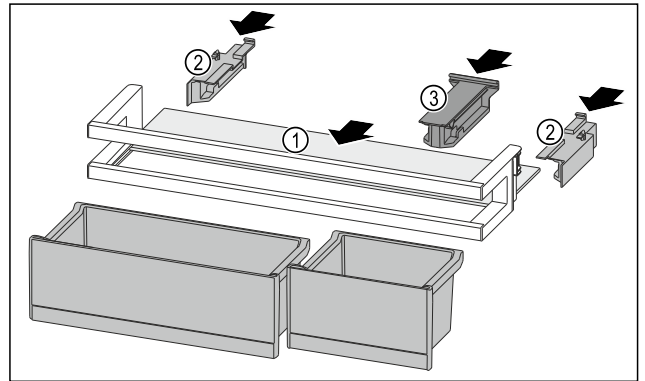

Fig. 151
- ▶ Tolja be a tárolólapot Fig. 151 (1) az oldalsó bemarásokba.
- ▶ Helyezze be az oldalsó részeket Fig. 151 (2).
- ▶ Helyezze be a tartóelemet Fig. 151 (3).